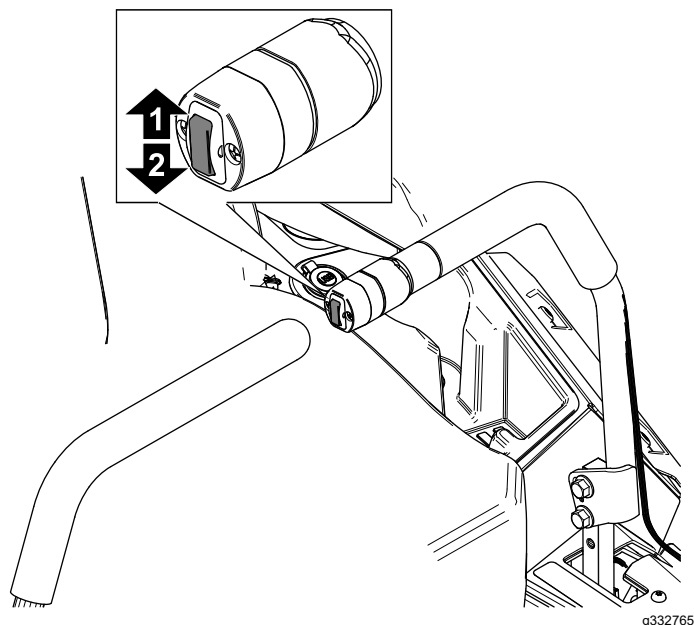

Figura 31
1. Presione hacia arriba el interruptor de elevación de la carcasa (Figura 31).